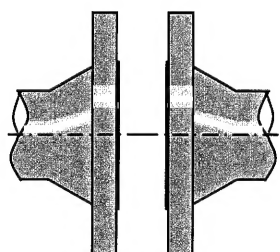

図5 面間が大きい
- ・ フランジ面間が大きく開いていると、大きなボルト締付力を与えても、実際のガスケット面圧が小さく、漏れの原因となりますので修正して下さい。（図5参照）